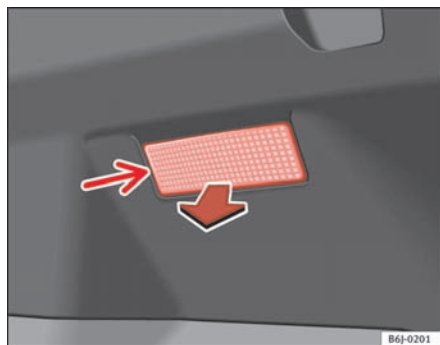

Fig. 157 Bagagerumslys
- Tag lampeglasset af ved at trykke på den nederste kant -pil- med en skruetrækker ⇒ fig. 157.